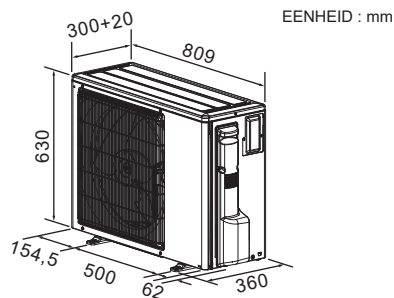

Afb. 2-2
- Installeer buitenapparaten op een plaats met minimaal een van de vier zijden open en in een ruimte zonder verlagingsen die voldoende groot is. (Afb. 2-2)